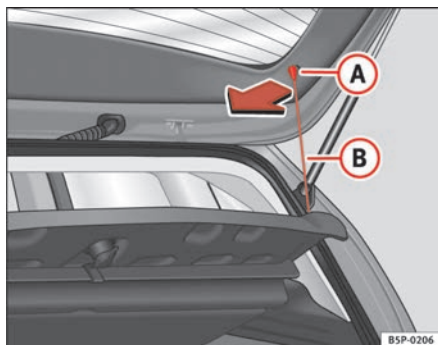

Abb. 124 Hutablage
- Die Streben \Rightarrow Abb. 124 **B** aus den Aufnahmen **A** aushängen.